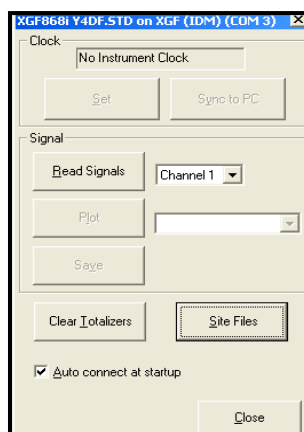

Figura 27: Janela *Properties* (Propriedades)
3. A janela *Properties* (Propriedades) exibida é semelhante à *Figura 27* abaixo. Para limpar os totalizadores do XGF868i, clique no botão *Clear Totalizers* (Limpar totalizadores). Os totalizadores do XGF868i são redefinidos para 0.